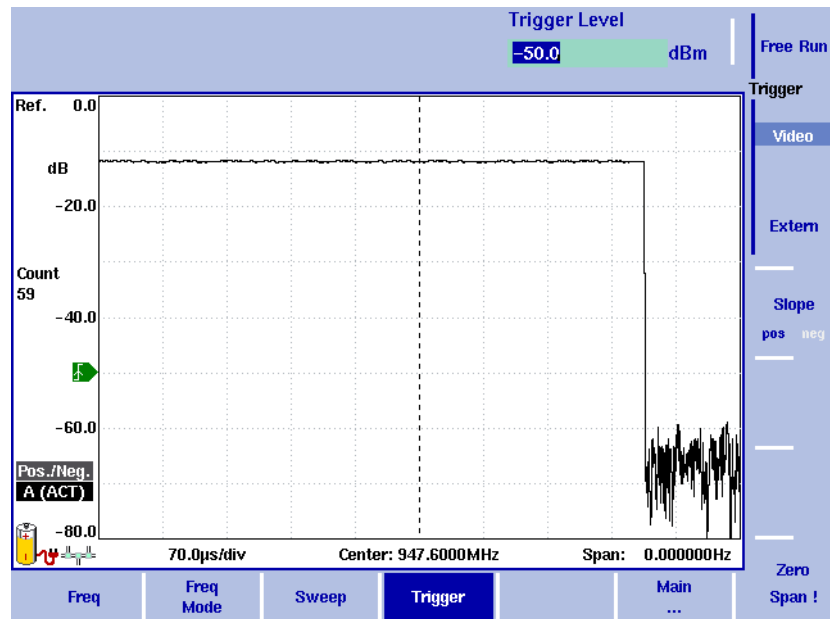

Figura 36 Misure con trigger (nel dominio del tempo)
- 3 Premere il tasto-funzione **Zero Span.** L'asse orizzontale diviene un asse dei tempi. La larghezza della scala è uguale al tempo di scansione. Si veda la Figura 36 a pagina 117 per un esempio.
La pendenza attiva è indicata sull'asse delle potenze dal seguente simbolo (si veda Figura 36):